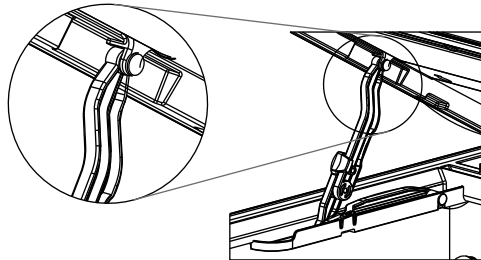

図22：フードサポートの固定
- 15.もう片方の手で両側のフードサポートのアッパーレグとミドルレグをカチッと固定し、アッパーレグの端にある穴をフードにある凹みに合せます。アッパーサポートピンを差込み、サポートとフードを固定します(若干力が必要です)(図22)。この操作の際、道具(ペンチまたはハンマーなど)は使わないで下さい。挿入が難しい場合は穴とピンの位置を調整して、もう一度行って下さい。